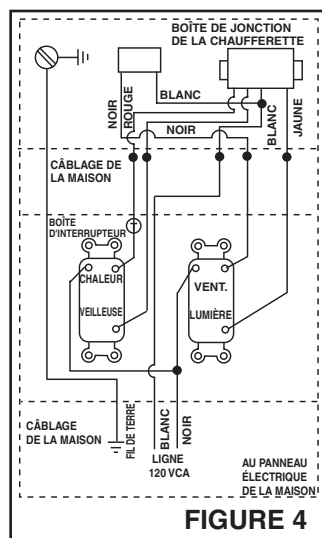

FIGURE 4
Consultez la figure 4.
- Lorsqu'un thermostat ou une minuterie est utilisé, connectez-le à la borne marquée « T », tel qu'indiqué à la figure 4.